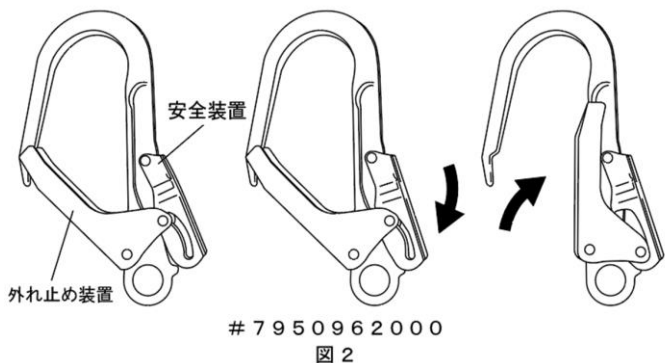

図2
- 安全装置を握りながら、外れ止め装置を同時に握ると開口します（図2、3参照）。